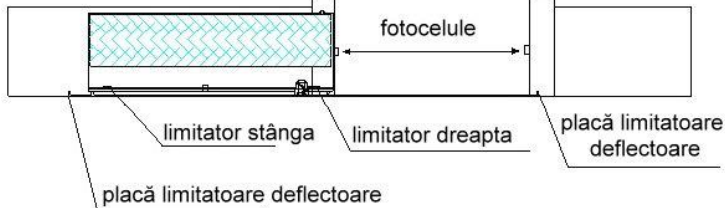

Fig. 6
2. Răsuciți cheia în partea carcasei motorului pentru a acționa angrenajul. Vezi Fig. 6. Verificați ca poarta să gliseze liber fără să se ridice de pe șină sau să rămână fixată pe șină. Fixați următoarea secțiune de cremalieră în aceeași manieră, folosind o altă secțiune de cremalieră ca și șablon; ajustați a doua secțiune pentru a angrena strâns cele trei piese ale cremalierii. Vezi Fig. 4. Această procedură ar trebui îndeplinită cu fiecare secțiune a cremalierii în parte. În final verificați ca poarta să gliseze liber pe întreaga lungime iar cremaliera să fie constant în angrenare cu roata dințată.
7. Transmițătorul și receptorul de infraroșii ar trebui instalat câte unul la fiecare stâlp al porții, opus unul altuia. Vezi Fig.6.